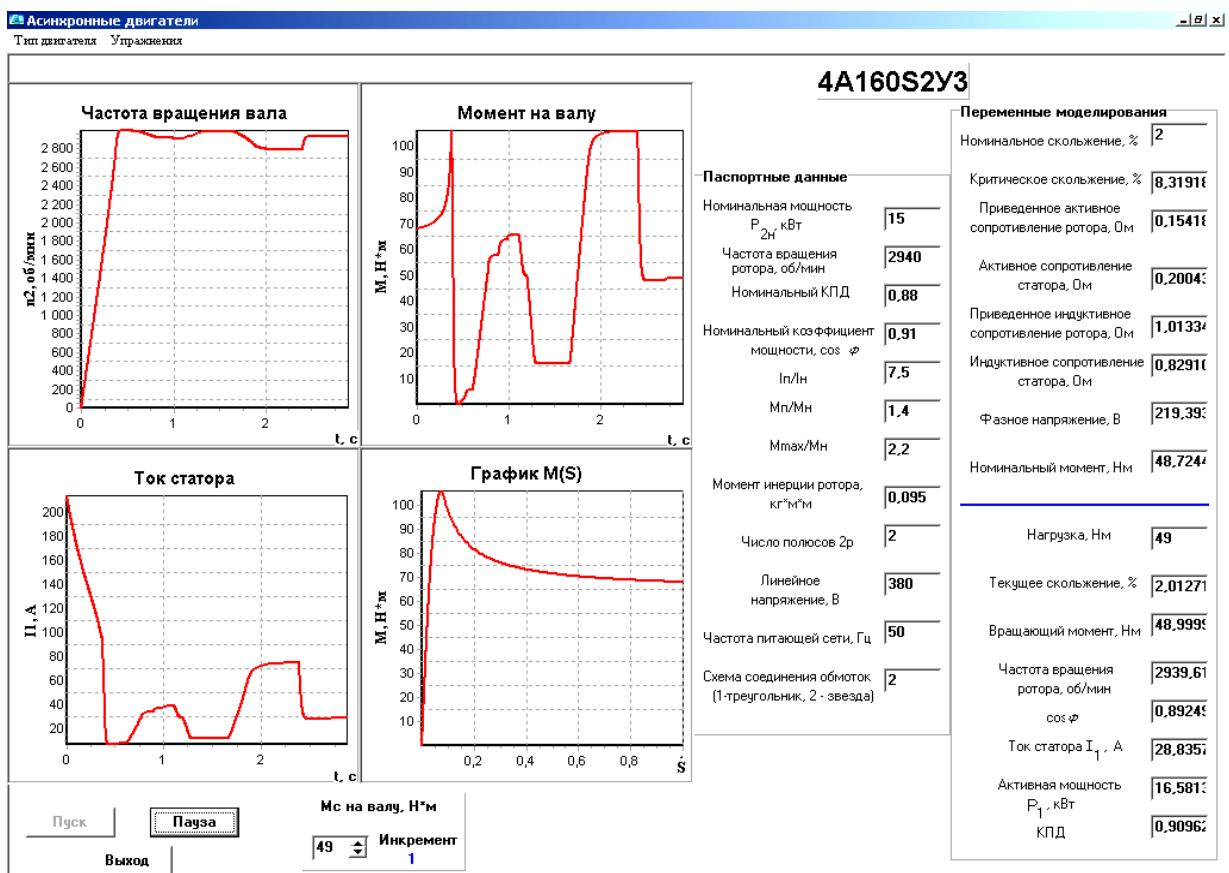

Рис. 2
Пример моделирования работы АД с КЗ-ротором типа 4A160S2У3 при изменении момента сопротивления на валу представлен на рис. 2.
**Задание 1. Щёлкнуть мышью** на команде Эксперимент меню комплекса Lab-Works, а затем на закладке Тип двигателя (см. рис.2, в левом верхнем углу). В открывшемся окне выбрать тип двигателя:
где  $N$  – номер записи фамилии студента в учебном журнале группы, и **внести** паспортные данные АД (см. рис. 2, справа):